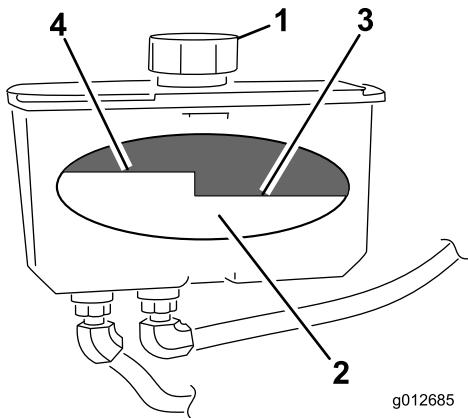

Figura 73
4. Limpie alrededor del cuello de llenado y el tapón del depósito de aceite hidráulico (Figura 73).
5. Retire el tapón del cuello de llenado. Mire dentro para comprobar el nivel de aceite en el depósito. (Figura 73).
- Nota:** El nivel de aceite debe llegar a la parte superior del nivel caliente del tabique cuando el aceite está caliente (Figura 73).